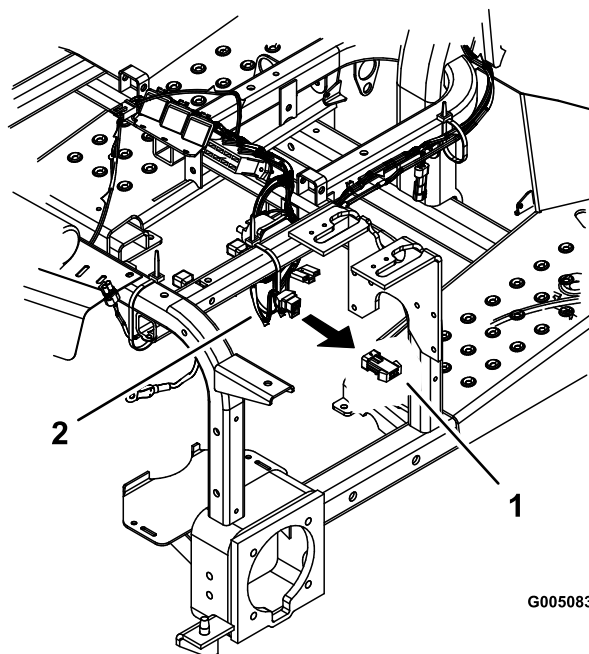

Figura 33
5. Retire el cable puente del arnés principal, debajo del panel de control (Figura 33).